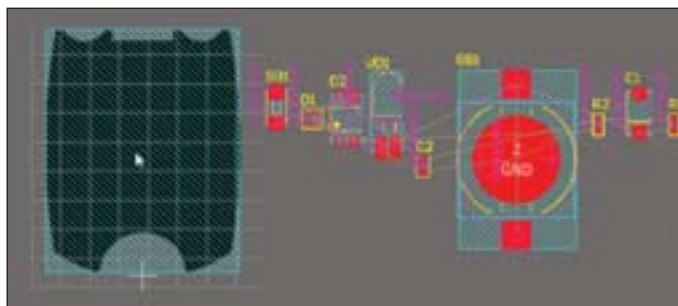

Рис. 62. Результат переноса данных в редактор печатных плат
4. Закройте окно, щелкнув *OK*. Плата примет вид, показанный на рис. 62.